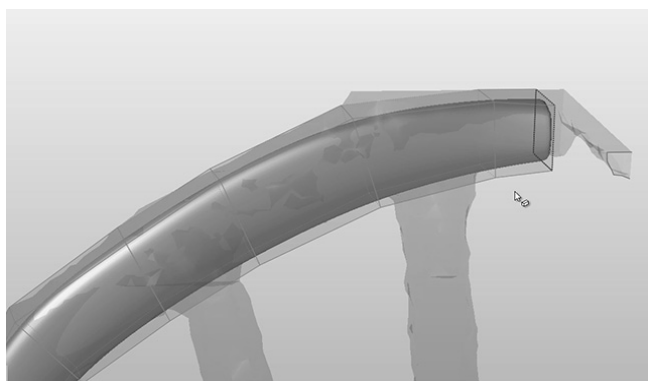

图 15-7
5) 完成顶拱包覆后，单击模型视窗完成箱体，如图 15-7 所示。